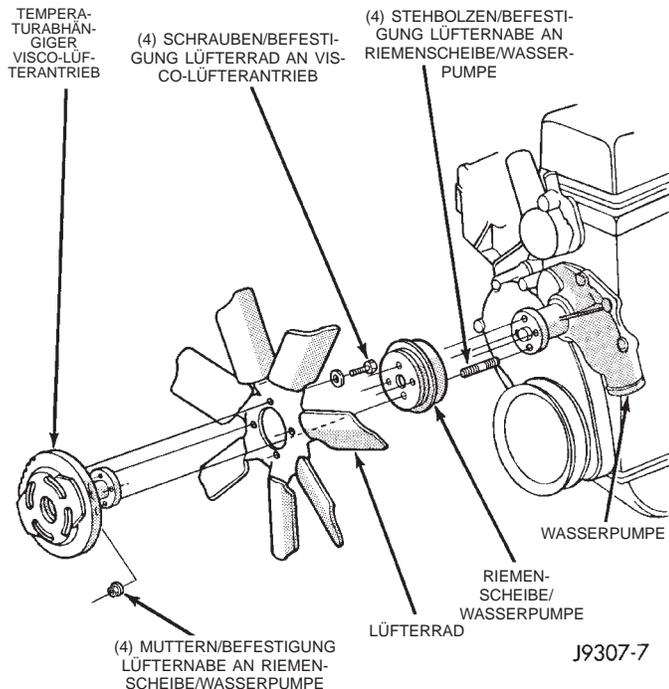

Abb. 28 Lüfterbefestigung
(1) Die vier Muttern lockern, mit denen die Lüfternabe befestigt ist, die Muttern jedoch noch nicht abschrauben (Abb. 28).
(2) Den Riemen für den Antrieb der Zusatzaggregate abnehmen. Näheres hierzu siehe die Hinweise zur Instandsetzung des Antriebsriemens für Zusatzaggregate im Abschnitt "Antriebsriemen für Zusatzaggregate" in diesem Kapitel.
(3) Bei einigen Modellen mit bestimmten Motoren kann es zum Ausbau des Visco-Lüfterantriebs erforderlich sein, die Lüfterabdeckung abzubauen. Die Lüfterabdeckung und die Baugruppe aus Lüfterrad und Visco-Lüfterantrieb sind als komplette Einheit aus dem Motorraum zu nehmen.
(4) Die vier Befestigungsmuttern der Lüfternabe abschrauben (Abb. 28) und die Baugruppe aus Lüfterrad und Visco-Lüfterantrieb aus dem Motorraum nehmen.
(5) Nach dem Ausbau der Baugruppe aus Lüfterrad und Visco-Lüfterantrieb den Visco-Lüfterantrieb **auf keinen Fall** waagrecht ablegen, da sonst das Silikonöl im Visco-Lüfterantrieb in das Lager laufen und dort das Schmiermittel verunreinigen kann.